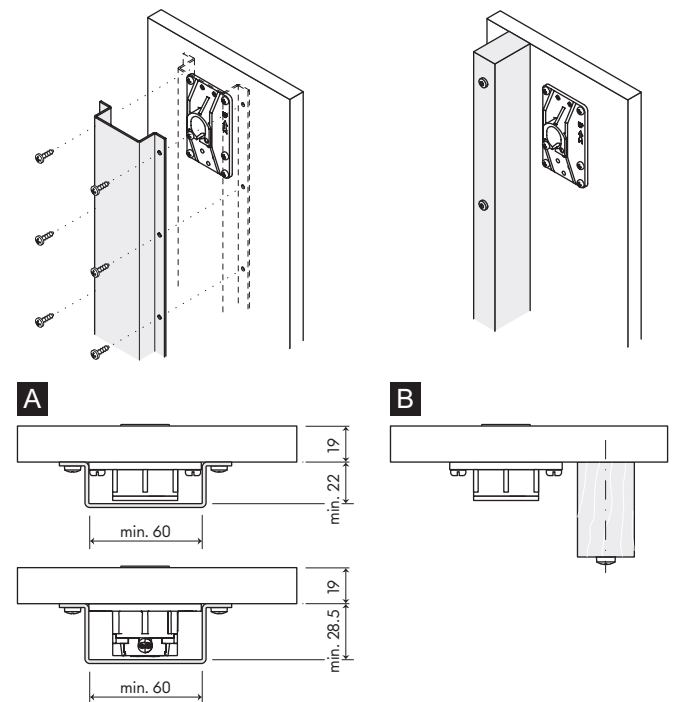

Fig. 7: Rückseitige Verstärkung
- Winkelprofile (Fig. 7/A). Unterschiedliche Höhen der Steckhülsen beachten (ob elektrifiziert oder nicht elektrifiziert).
- Holzrippen (Fig. 7/B)